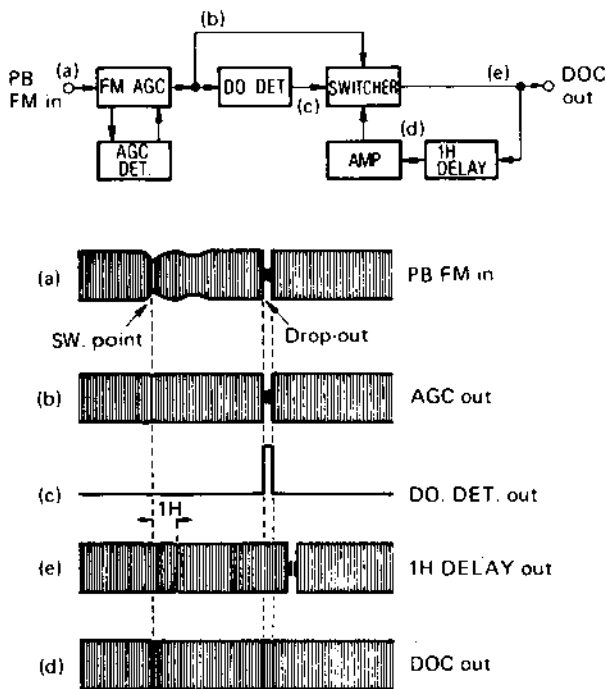

Fig. V-3 Dropout-Kompensator
2) Dropout-Kompensation (Fig. V-3)
Als erstes korrigiert die FM/AGC-Schaltung Pegelschwankungen des Wiedergabe/FM-Signals, die durch Änderungen des Band/Kopfkontakts am Ein- und Auslauf der rotierenden Kopftrommel entstehen. Hierdurch ergibt sich ein konstanter Signalpegel, mit der in Fig. V-3(b) dargestellten Signalform.
2) Dropout compensator circuit (Fig. V-3)
The FM AGC circuit first corrects for level fluctuations in the playback FM signal, which arise from variations in head to tape contact at the intake and output of the rotating drum. This results in a fixed level as indicated by waveform (b) in Fig. V-3.